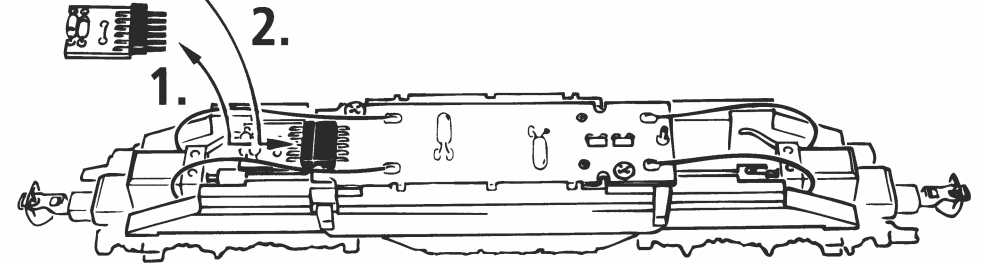

Fig. 4
4. Haftreifenwechsel: Zuerst den Getriebedeckel abnehmen (Fig. 4). Danach den **Radsatz** herausnehmen und den **Haftreifen** mit einer Nadel oder mit einem feinen Schraubendreher abziehen (Fig. 7). Beim Aufziehen des neuen Haftreifens bitte darauf achten, dass dieser sich **nicht verdreht**.
4. Échange des bandages d'adhérence: Démontez d'abord le **couvercle du carter** des engrenages (fig. 4). Délogez ensuite les essieux bandagés et enlevez, à l'aide d'une aiguille ou d'un tourne-vis fin, les bandages d'adhérence (fig. 7). Lors du montage des nouveaux bandages veuillez veiller à ce que les bandages **ne soient pas tordus**.
4. Vervangen van Antislip-bandjes: Verwijder de deksel (Fig. 4). Til de wielstellen ar mit en met een splad maakt u het bandje los. Nieuwe bandjes niet verdraaien.